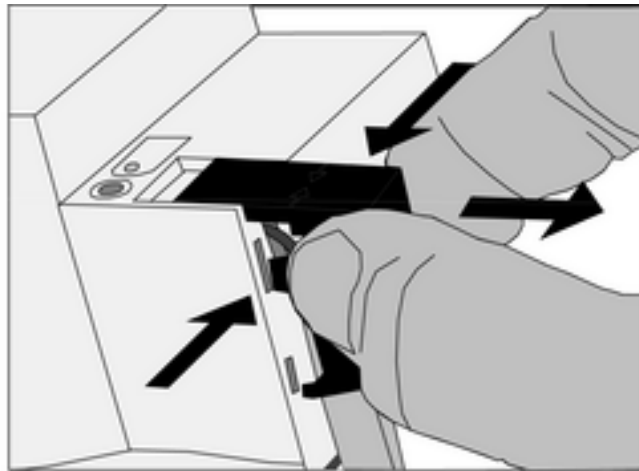

Figura 8: Rimozione della calotta di copertura
- Premere la calotta di copertura sul lato e rimuoverla (figura 8).